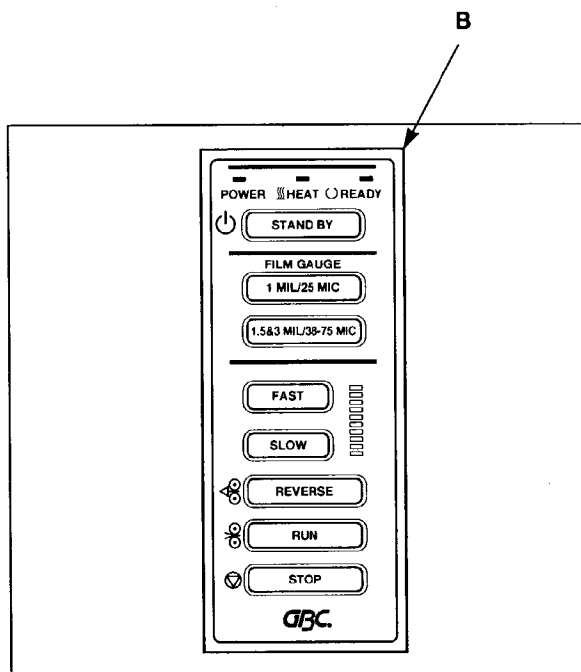

Fig. 2
B. CONTROL PANEL: Figure 2
B. KONTROLLANZEIGE (Abb. 2)
B. BEDIENINGSPANEEL: Afb. 2
B. PANNEAU DE CONTROLE: figure 2